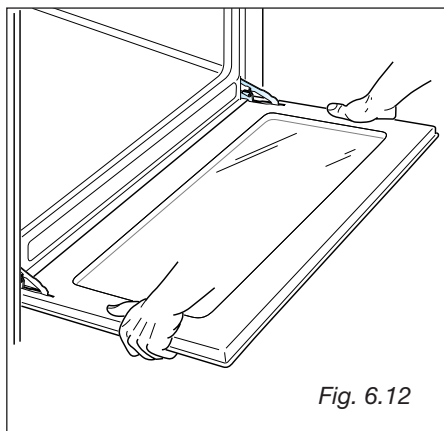

Fig. 6.12
- Sujete la puerta como se muestra en la Fig. 6.12.